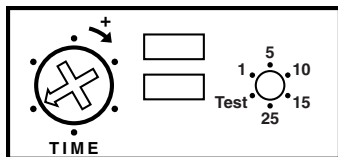

Figure 4 - Panneau de commande
3. Pour les essais, servez-vous d'un petit tournevis Phillips pour placer le commutateur TIME en position TEST (5 secondes) (voir la Figure 4). Remettez le courant au niveau du disjoncteur.
Il y a six périodes prédéfinies pour la durée de fonctionnement de l'éclairage : Test (5 secondes), 1, 5, 10, 15 et 25 minutes. Servez-vous d'un petit tournevis Phillips pour régler la commande TIME (voir la Figure 4). Faites tourner la commande TIME jusqu'à ce qu'elle s'enclenche à la position souhaitée.